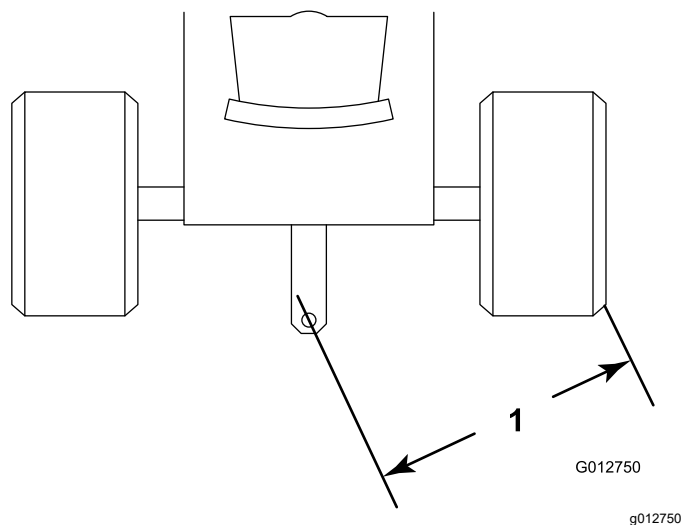

図 3
6. 牽引バーヒッチの取り付け穴の位置が、牽引車両の後タイヤの外側面から 125 cm 以内となるように牽引バーを調整する 図 3。これは旋回時に前のカッティングユニットの昇降アームが干渉しないようにするためである。牽引バーの調整手順については牽引車両のオペレーターズマニュアルを参照。